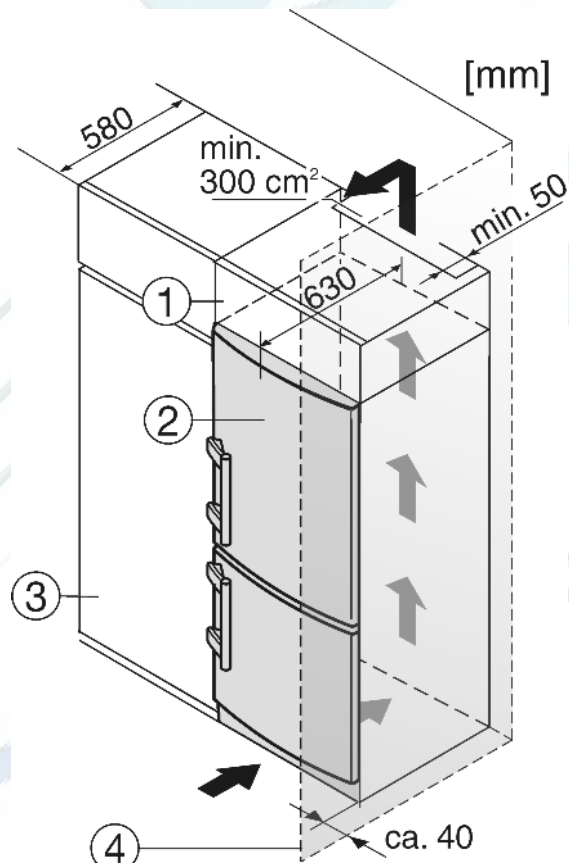

Fig. 9
- (1) Дополнительный шкафчик
- (2) Устройство
- (3) Кухонный шкаф
- (4) Стенка
Устройство может быть окружено предметами кухонной обстановки. Чтобы уравнивать устройство Fig. 9 (2) по высоте с кухонной стенкой, можно установить над устройством соответствующий дополнительный шкафчик Fig. 9 (1).
При комбинировании с обычными кухонными шкафами (глубина макс. 580 мм) устройство можно установить непосредственно рядом с кухонным шкафом Fig. 9 (3). Дверь устройства выступает по сторонам на 34 мм и по центру устройства на 50 мм относительно передней стенки кухонного шкафа. Поэтому ее можно свободно открывать и закрывать.
Если устройство установлено на шарнирах у стены Fig. 9 (4), то расстояние между устройством и стеной должно быть не менее 40 мм. Настолько выступает ручка при открытой дверце.